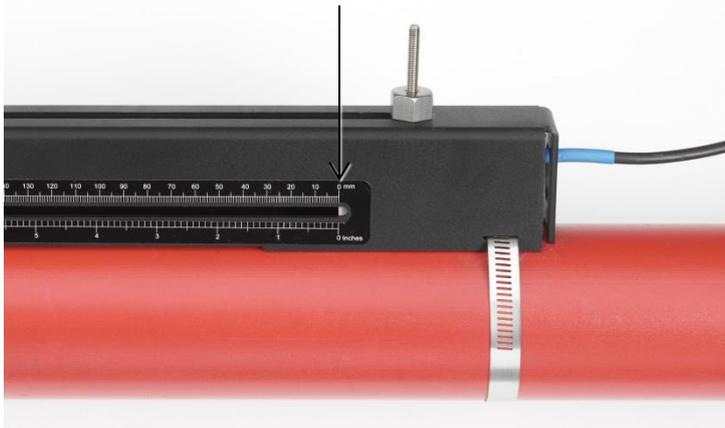

Figura 14 Alineación del borde del transductor de señal descendente (azul) con el cero de la regla
- Deslice con cuidado el conjunto del transductor de señal descendente a lo largo del riel guía hasta que la cara interior del transductor quede alineada con la marca «0» de la regla (Figura 14).